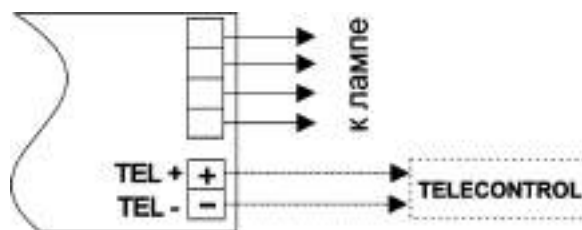

Рис.3
- 3.5 Устройство TELECONTROL подключается непосредственно к клеммам расположенным на плате. При подключении необходимо соблюдать полярность, сечение провода 0,5-1,0 мм² (см. рис.3).